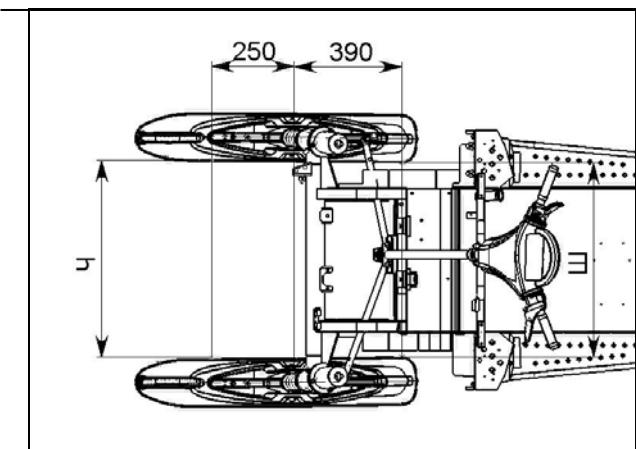

Рисунок 30 – Регулировка схождения лыж
- вращением рулевых тяг добейтесь, чтобы при положении лыж "прямо-вперед" расстояние Ч (рисунок 30) между передними концами лыж было больше на 10 мм, чем расстояние Ш между задними концами лыж ( $\text{Ч}-\text{Ш}=10$  мм);